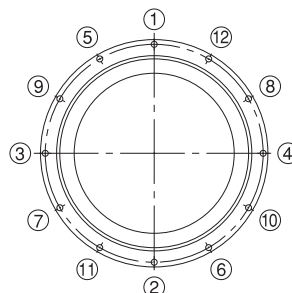

Fig.1 Secuencia de ajuste
- (1) Ajuste la brida de sujeción a toda la pieza del anillo (anillo interior en los modelos RB/RA, anillo exterior en el modelo RE). En caso del modelo RU, coloque la brida de sujeción en el lateral del eje de rotación.
- (2) Coloque la brida de sujeción en el rodamiento de rodillos cruzados. Mueva la brida varias veces para que coincida con los orificios de tornillo perforados. Además, en el caso del modelo RU, mueva la brida varias veces para que coincida con los orificios de tornillo perforados.
- (3) Inserte los tornillos de sujeción en los orificios. Gire los tornillos manualmente y asegúrese de que no presentan desviaciones causadas por la mala alineación de los orificios.
- (4) Apriete los tornillos de sujeción en tres o cuatro pasos, desde un apriete flojo hasta el apriete total, y siguiendo un patrón con forma de diamante, como se muestra en la Fig. 1. Al apretar el anillo interior o exterior por separado, si se realiza un vaivén de toda la pieza, anillo interior o exterior, aproximadamente cuatro o cinco veces (alrededor de 90°) se corregirá la mala alineación entre el anillo y el cuerpo.